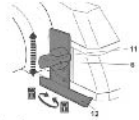

Fig. 1
Aliniați slotul adâncimii rabatului manometru (12) la filetul de montare (11) și fixați-l cu un șurub cu aripi (6) (Fig. 1).